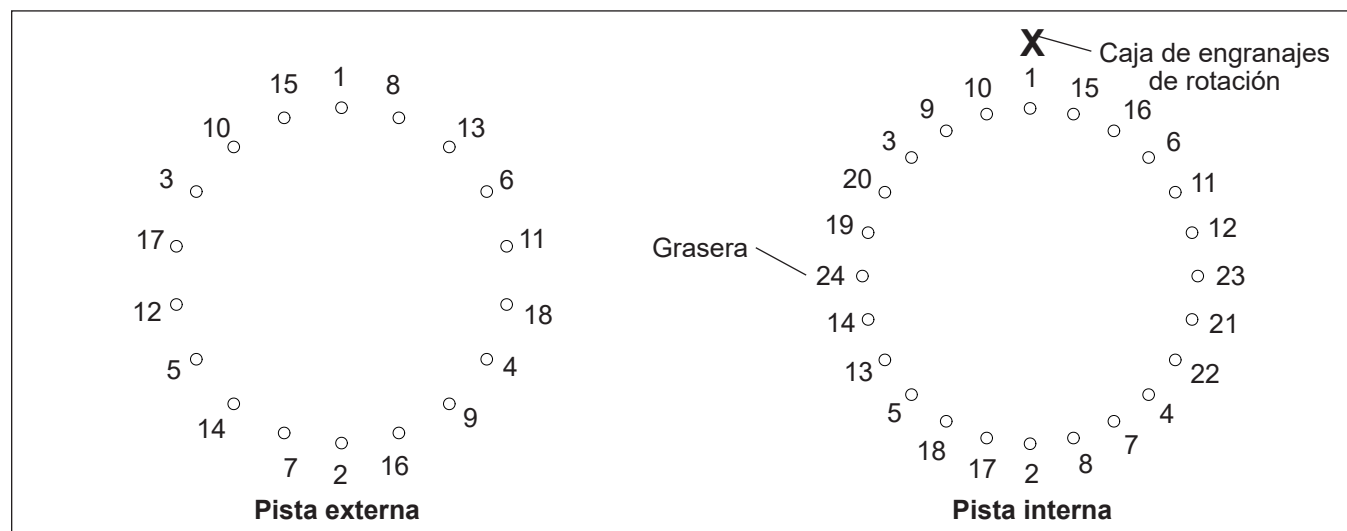

Figura 4.8 — Patrones de ajuste de los tornillos
1. Reajuste según los patrones adecuados que se muestran en la Figura 4.8. Debe comprender todo el procedimiento antes de comenzar la inspección de torque.